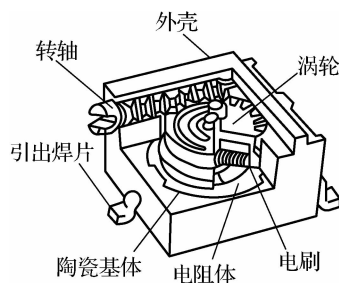

图 1-30 微调式电位器的结构
(3) 微调式结构。微调式电位器的结构如图 1-30 所示。属精细调节型电位器，性能好，但价格昂贵，多用于高性能电子整机中。